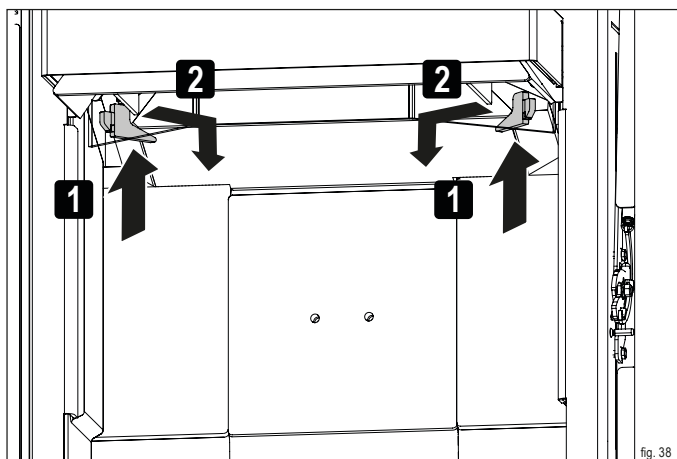

fig. 38
- ▶ Rimuovere i supporti dei refrattari (fig. 38).